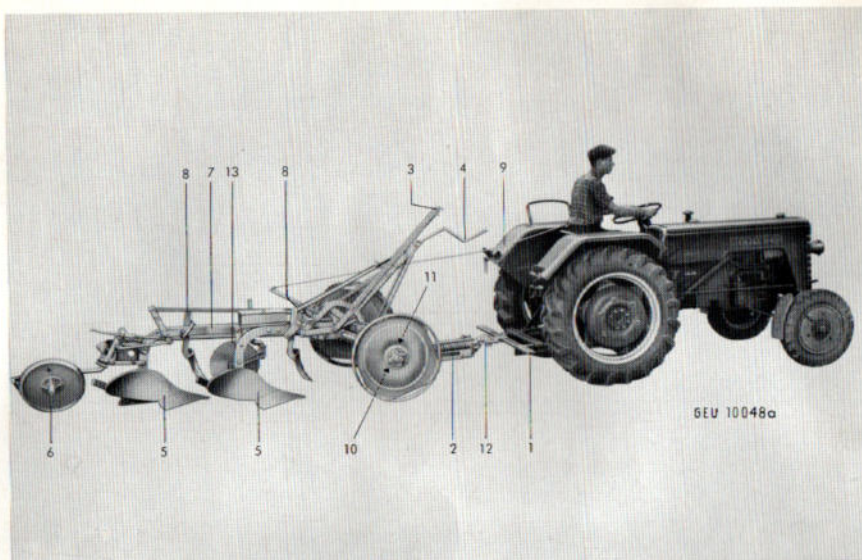

Bild 1: So ist der Pflug richtig am Schlepper angehängt.
I. Anhängen des Pfluges am Schlepper (Bild 1 und 2)
4. Zugstück gemäß Bild 1 an der Ackerschiene befestigen, und zwar etwas rechts von der Mitte.
A) Einstellen der Zugvorrichtung (Bild 1, 2 und 4)